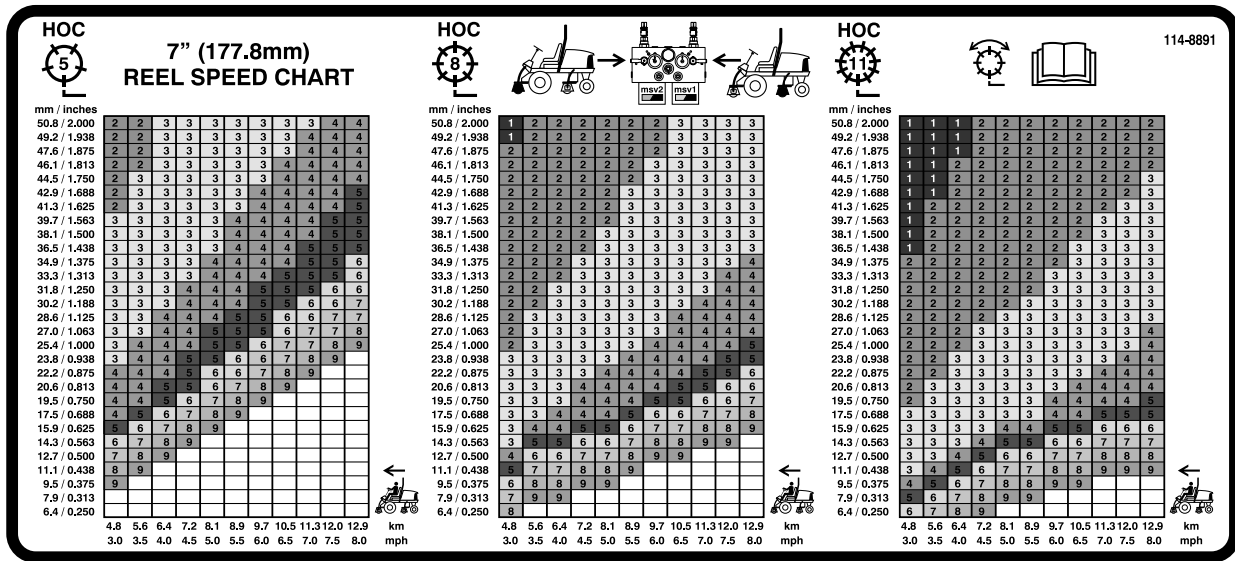
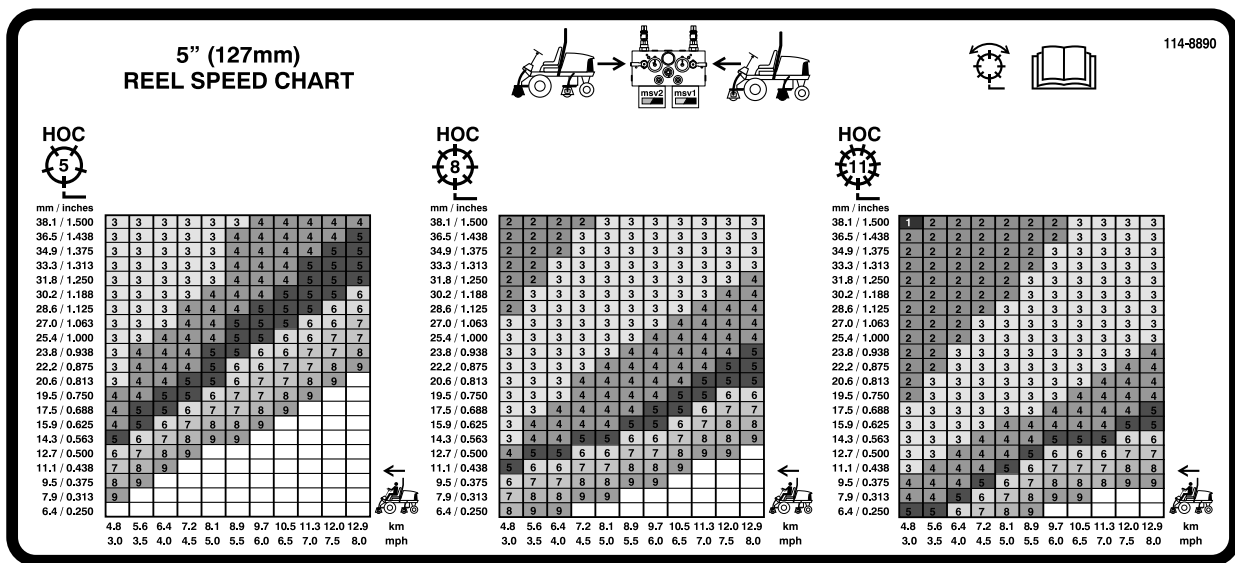

Figura 38
Figura 39
- Utilizando o gráfico apropriado no autocolante 110-0996 (Figura 38) para Reelmaster 5510 & 5610, unidades de corte de cilindros de 17,8 cm [7 polegadas] ou o autocolante 110-8923 (Figura 39) para Reelmaster 5210 & 5410, unidades de corte de cilindros de 12,7 cm [5 polegadas] determine o ajuste adequado da velocidade dos cilindros.